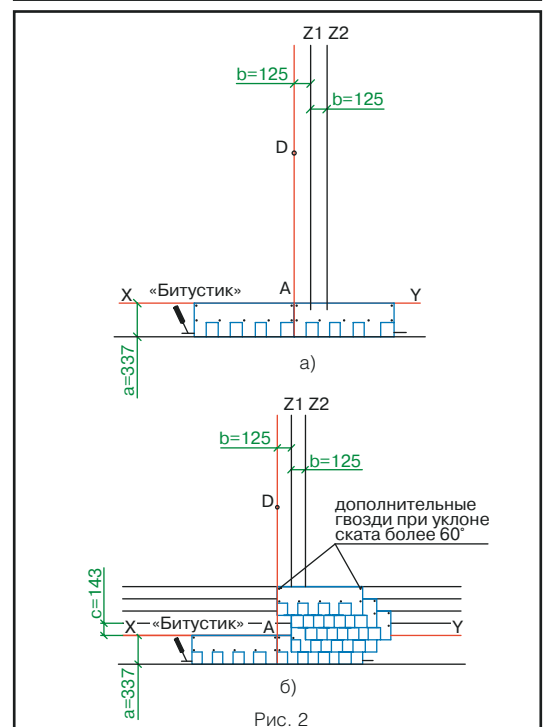

Рис. 2
Укладка материала (рис. 2)
- первый ряд черепицы укладывается от линии AD (рис. 2а);
- второй ряд укладывается от линии Z1 (со смещением 12,5 см от AD) (рис. 2б);
- третий ряд укладывается от линии Z2 (со смещением 12,5 см от Z1) (рис. 2б);
- четвертый ряд – от линии Z1 (рис. 2б);
- пятый ряд – от линии AD (рис. 2б);
Каждый лист черепицы МАСТЕР J крепится 5 гвоздями таким образом, чтобы гвоздь прошивал и верхний край нижележащего листа черепицы МАСТЕР J (рис. 2а,б).